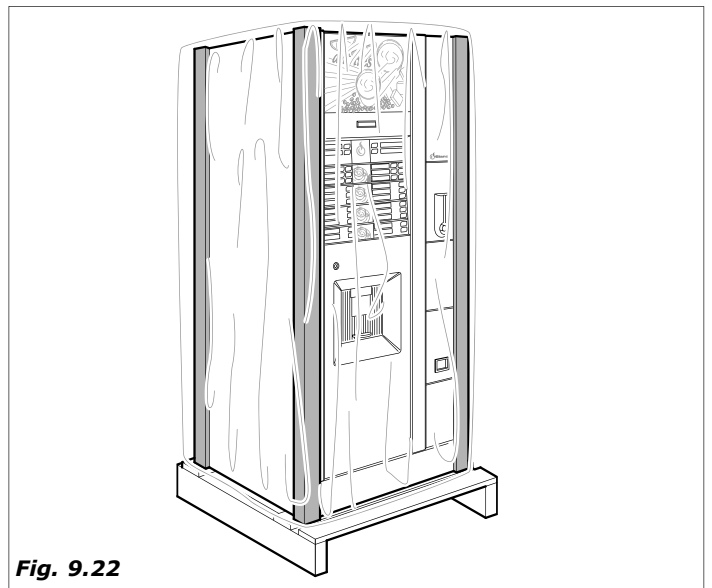

Fig. 9.22
- Proteger el exterior con un film o bolsa de celofán (*Fig.9.22*)